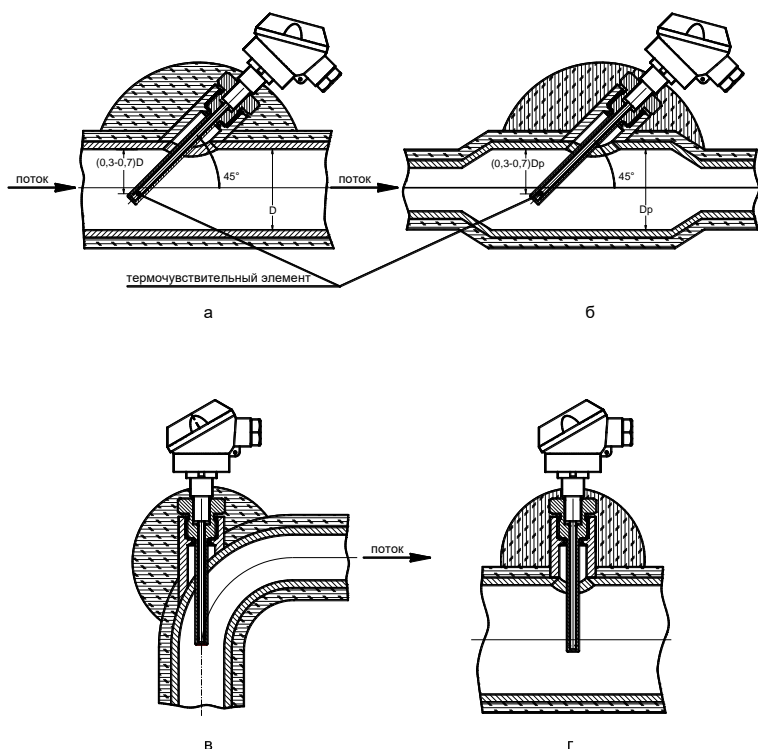

Рисунок 8.8 Рекомендуемые варианты установки термопреобразователей на трубопроводе
8.4.1 В выбранном месте установки ТС в верхней части трубопровода делается отверстие под защитную гильзу. Глубина погружения чувствительного элемента ТС должна быть  $(0,3-0,7)D$ , где  $D$  – внутренний диаметр трубопровода (рисунок 8.8 а).
8.4.2 Если диаметр чувствительного преобразователя ТС превышает  $0,13D$ , то допускается при установке ТС применять расширитель (рисунок 8.8 б), где  $D_p$  – внутренний диаметр расширителя.